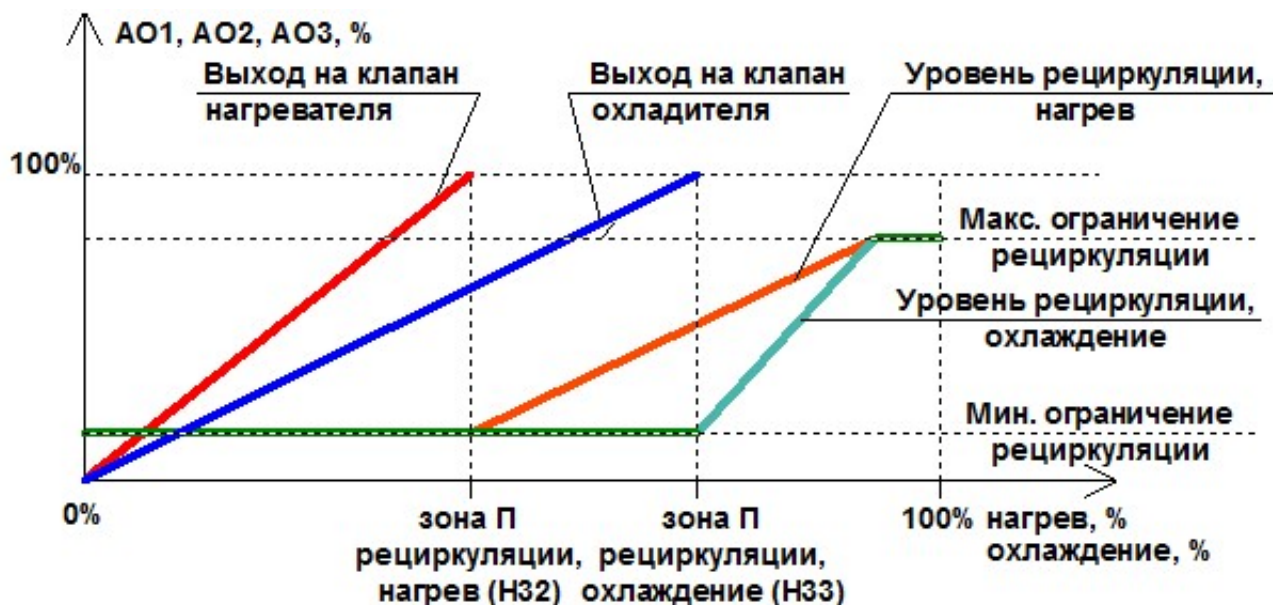

Рис. 76. Работа рециркуляции в прямом режиме.
**Прямая уставка** - соответствует в меню Н31 «Режим уставки рециркуляции» = Прямая. В этом режиме (см. рис. 76) уровень рециркуляции напрямую зависит от аналогового выхода 1 нагрева/охлаждения. Зона нагрева/охлаждения делится на 2 части уставкой «Ручная уставка рециркуляции нагрев» Н32 и Н33 «Ручная уставка рециркуляции охлаждение».